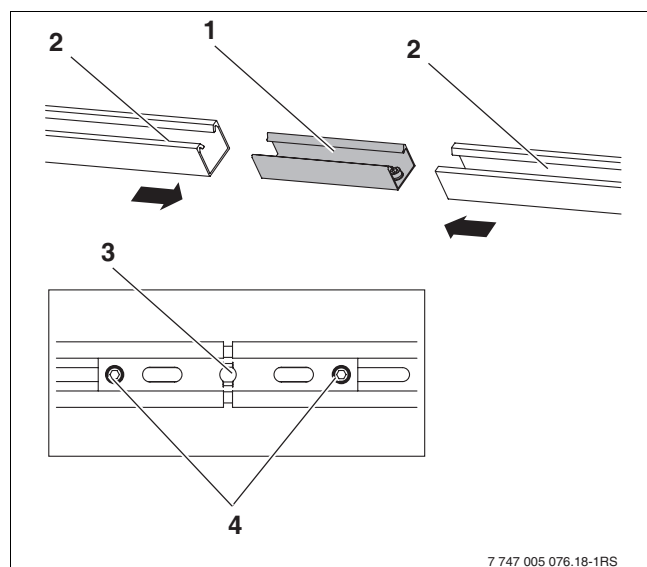

Fig. 49 Assembler les rails profilés
- Glisser le connecteur (fig. 49 [1]) jusqu'à la butée dans les deux rails profilés [2].
- Pour bloquer, serrer les deux chevilles filetées M10 (fig. 49, [4]) dans le connecteur avec la clé plate SW5.
- Visser les rails profilés par la perforation (fig. 49, [3]) dans le connecteur au rail profilé-capteur du milieu.